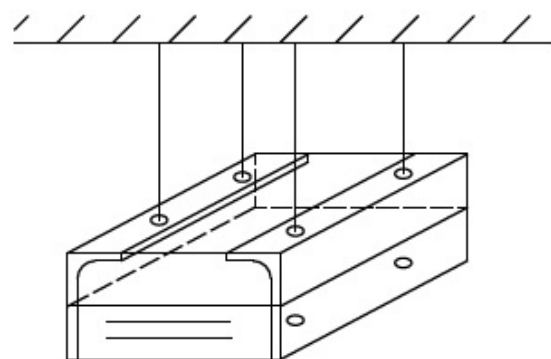

Fig. 6
- b. nivele a unidade e aperte-a com as porcas M8 (Fig. 6).